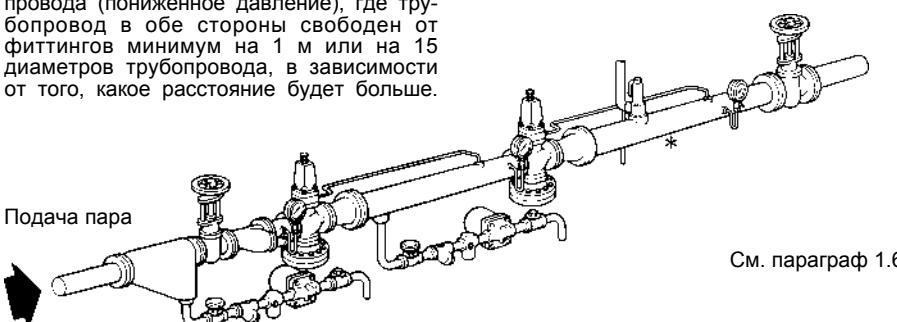

Рис.4 Последовательная установка двух редукционных клапанов
1.2 Монтаж (Рис. 2, Рис. 3, Рис. 4)
Клапан всегда монтируется в горизонтальном трубопроводе, камера основной диафрагмы должна находиться ниже линии (Рис. 2). При больших нагрузках, больших перепадах нагрузки или необходимости точного регулирования, можно использовать параллельно два или больше клапанов (Рис.3). При снижении давления более, чем в 10 раз рекомендуется рассмотреть возможность последовательной установки двух клапанов. Во избежание нестабильности объем трубопровода между клапанами должен быть эквивалентен минимум 50 диаметрам по длине промежуточного трубопровода. Для обеспечения отвода конденсата в пространстве между клапанами требуется установка конденсатоотводного узла, как показано на Рис. 4.